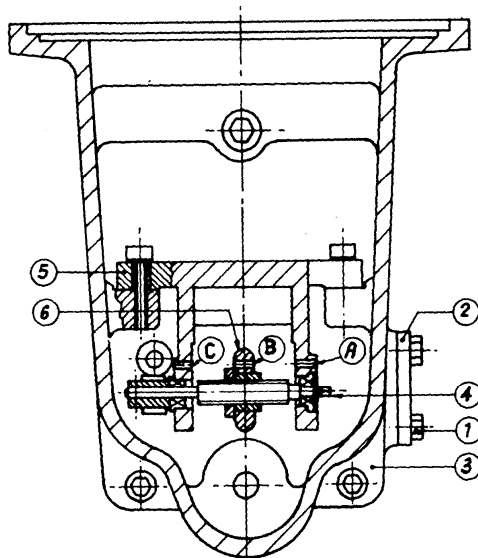

Fig. 2
4.4.1 Etalonnage du compteur (voir figure 2)